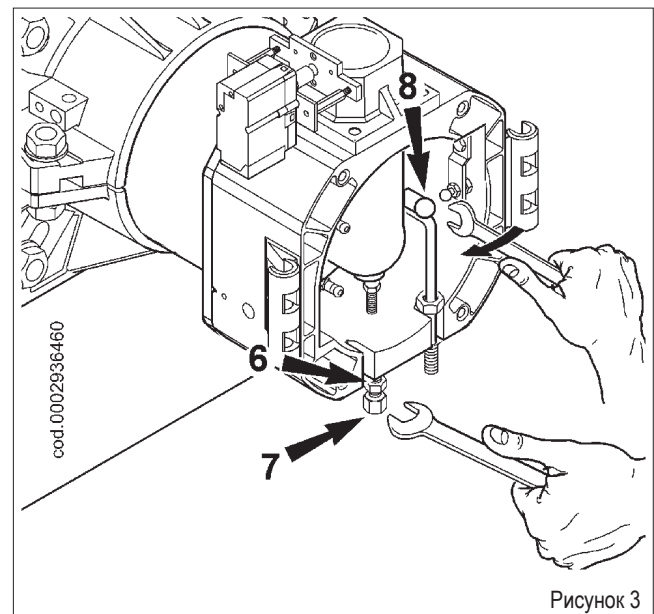

Рисунок 3
- 3) Вынув провода розжига "4" из соответствующих электродов, полностью открутите две стопорные гайки "5" с узла смешения. Ослабьте гайку "6" и полностью открутите крепежный винт подающего патрубка "7". Используя тот же ключ, поверните шаровой шарнир "8" в направлении, указанном стрелкой, и отцепите рычаг продвижения головки горения (смотрите рис. 3).
- 3) Вынув провода розжига "4" из соответствующих электродов, полностью открутите две стопорные гайки "5" с узла смещения. Ослабьте гайку "6" и полностью открутите крепежный винт подающего патрубка "7". При помощи подходящего ключа отверните винт "8" и отцепите рычаг продвижения головки горения (см. рис. 3). Ослабьте винт, который фиксирует трубку давления головки, и выньте трубку.